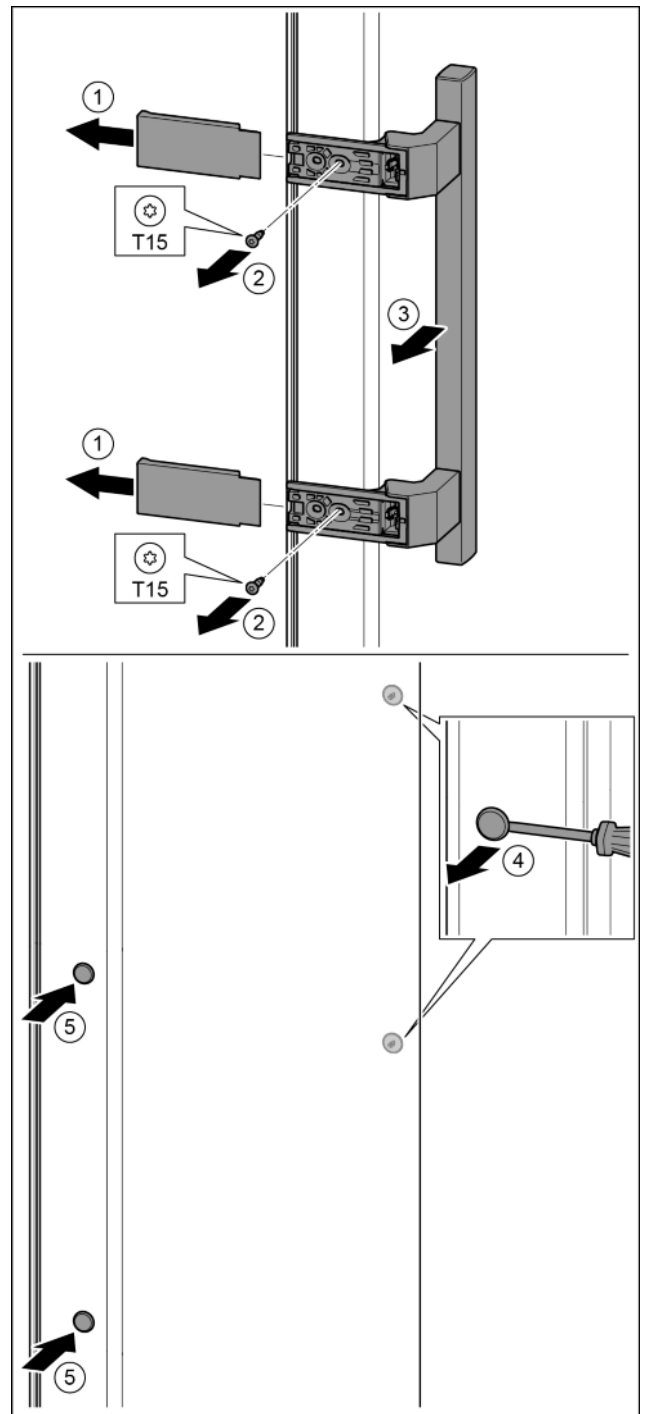

Fig. 16
- ▶ Abdeckung abziehen. Fig. 16 (1)
- ▶ Schrauben mit Schraubendreher T15 herausdrehen. Fig. 16 (2)
- ▶ Griff abnehmen. Fig. 16 (3)
- ▶ Seitlichen Stopfen vorsichtig mit einem Schlitzschraubendreher anheben und herausziehen. Fig. 16 (4)
- ▶ Stopfen auf der anderen Seite wieder einsetzen. Fig. 16 (5)